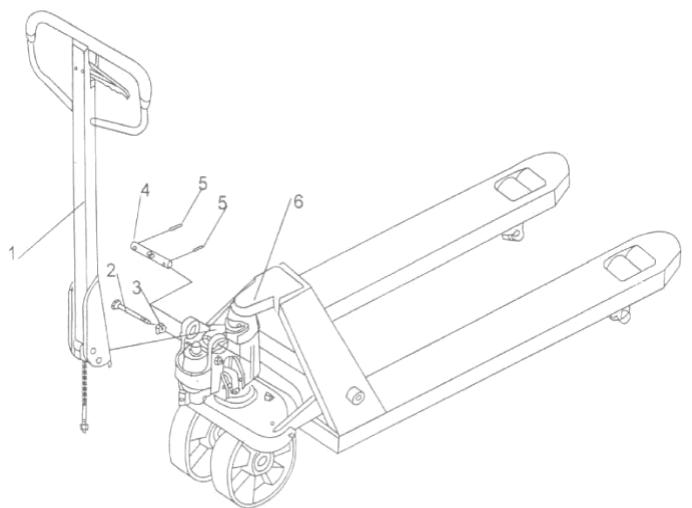

Fig.5 Montage du timon
- c)** Repoussez vers le bas le bras de timon, retirez la goupille (2, Fig. 5).
- d)** Amenez le levier de commande sur la position « RAISE » (relever) puis soulevez la platine de levier avec la goupille (2, Fig. 5) et insérez la vis de réglage dans la fente avant de la platine de levier. Remarque : Maintenez l'écrou de réglage sous la platine de levier.
- e)** Utilisez un marteau pour insérer la 2^{ème} goupille (5, Fig. 5) dans le 2^{ème} trou de l'essieu.